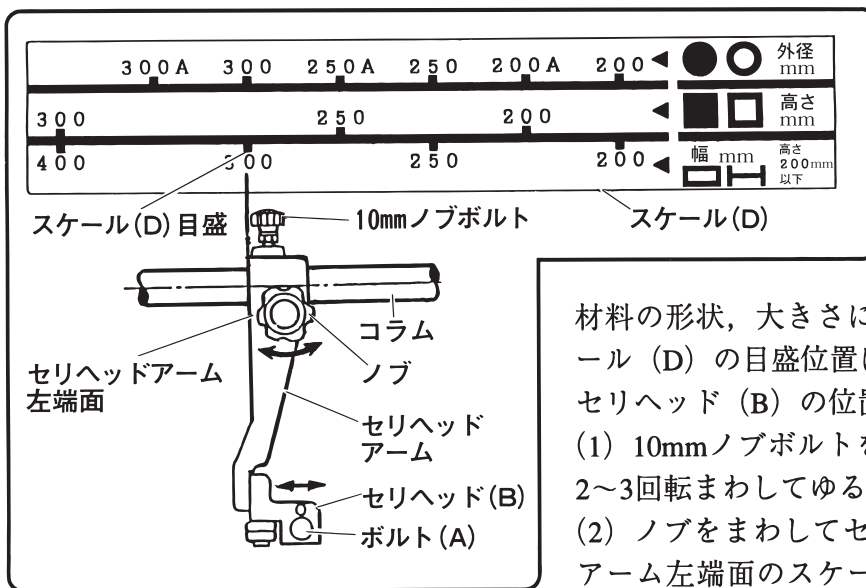
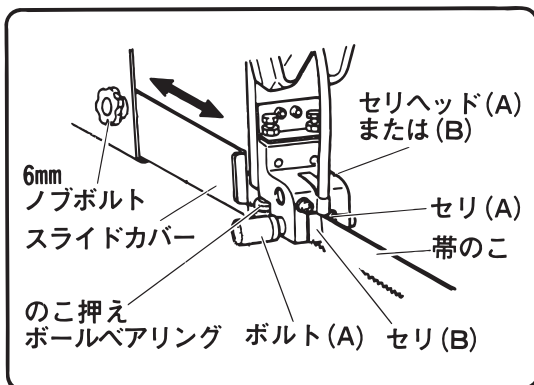

図 23
図 24
- (1) 10mmノブボルトをゆるめ、ボルト (A) を反時計方向に2~3回転まわしてゆるめます。(図23)
- (2) ノブをまわしてセリヘッドアームを移動し、セリヘッドアーム左端面のスケール (D) の読みが、切断しようとする材料の形状、大きさになる位置に調整します。(図23)
- (3) 位置調整後は、10mmノブボルトを締付け、セリヘッドアームを固定します。
- (4) ボルト (A) を時計方向にまわし、セリヘッド (B) の側面に軽く突当てるまで締付けます。(図24)
- (5) ノコカバー (B) 部の6mmノブボルトをゆるめ、スライドカバーをスライドさせて、セリヘッド (B) に近づけます。(図24)
- (6) 6mmノブボルトを締付けて、スライドカバーを固定します。
(2) のこ押さえボールベアリング（図24参照）が磨耗すると、切断精度が悪くなる原因となります。ときどき磨耗していないかどうか点検してください。